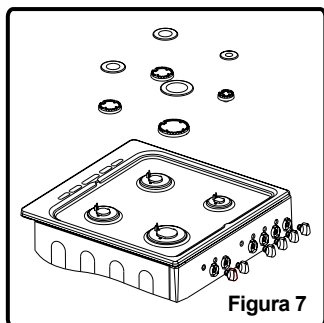

Figura 7
- Rimuovere la capsula e l'adattatore (figura 7).